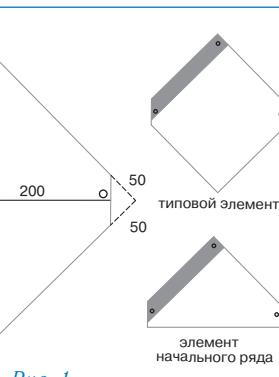

Рис. 1
- Элементы начального ряда формируются из типовых элементов ПРЕСТИЖ ВЕРСАЛЬ ЦИНК-ТИТАН (рис. 1), укладываются по линии карниза в обе стороны от линии AD и фиксируются по нижнему краю битумной мастики и тремя гвоздями (рис. 3а).